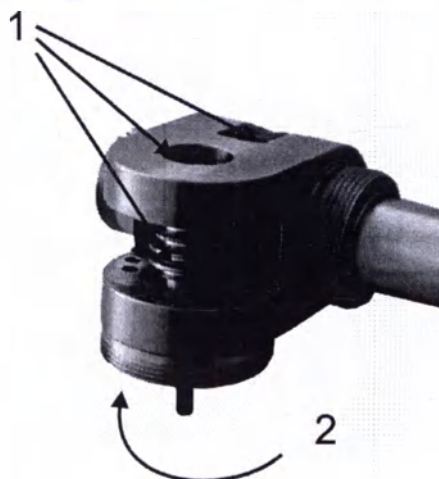

Рис. 6
- Перед стерилизацией смажьте редуктор. Нанесите минимальное количество силиконовой смазки, кратковременно нажимая на аэрозольный баллон с расстояния 4 см в область шестеренки, подшипника и «червячного механизма» (Рис. 6).
- Вручную прокрутите ось редуктора, для лучшего распределения смазки по механизму (Рис. 6)